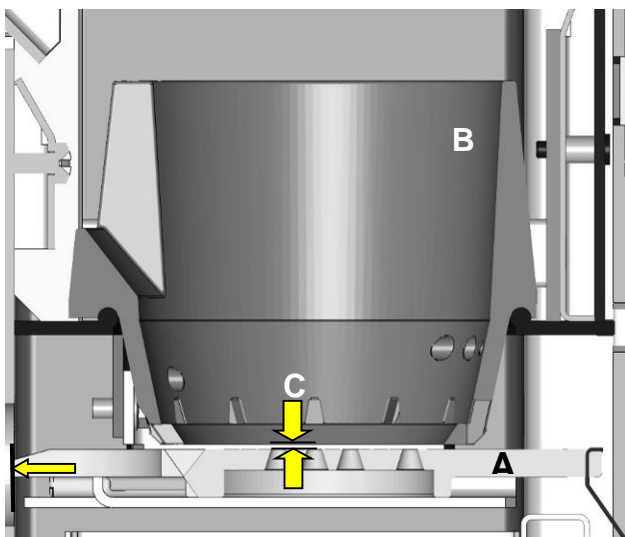

Abb. 73: Schnitt Rost und Brennerkopf
1. Gussrost (Abb. 73 Teil A) immer bis zum Anschlag einschieben (ohne Gewalt, flache Seite oben!), so dass die Tür richtig schließt.
Zwischen Gussrost und Brennerkopf darf vertikal maximal 1 mm Abstand vorhanden sein Abb. 73 (C).